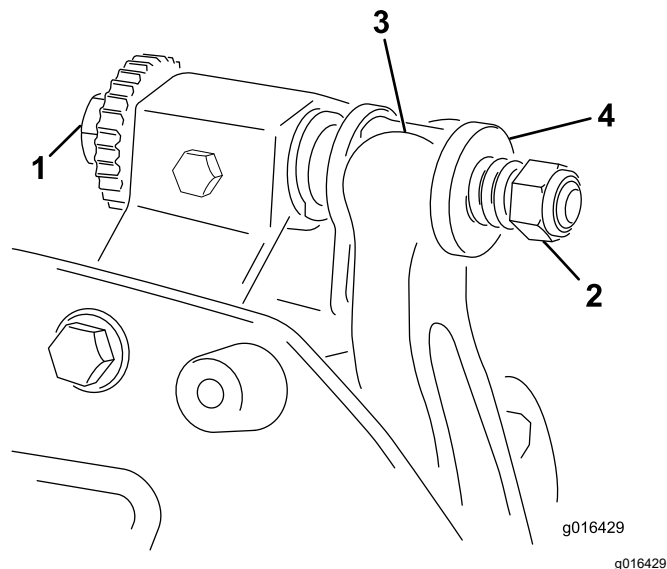

Figura 17
1. Rotii urubul de reglare pentru bara de cadru în sens invers acelor de ceasornic, pentru a îndepărta contracuitul de cilindru (Figura 17).
2. Deurubai piulia pentru tensionarea arcului până când aiba nu mai este lipită de bara de cadru (Figura 17).
- Instalati bara de cadru, poziționând urechile de montare între aibe și urubul de reglare pentru bara de cadru (Figura 17).